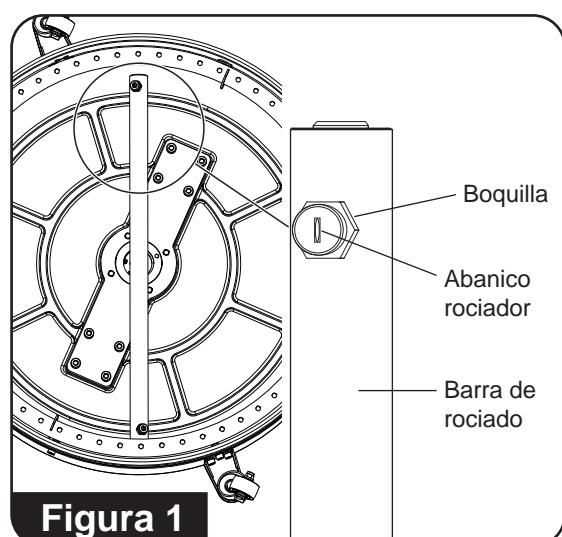

Figura 1
2. Las boquillas se deben atornillar en la barra de rociado. El ventilador rociador debe estar paralelo a la barra de rociado. (**Consulte la figura 1**)